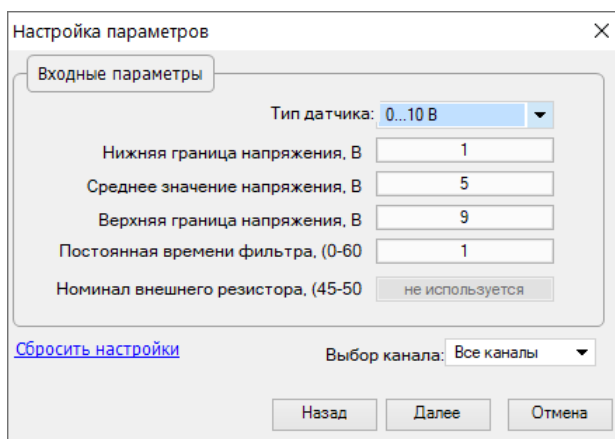

Рисунок 8.5 – Меню настройки параметров
4. Далее в окне «Настройка параметров» выбрать значение параметра «Тип датчика» «0...10 В» для юстировки датчика с выходом в виде напряжения или «4...20 мА» для юстировки датчика с выходом в виде тока (см. рисунок 8.5).